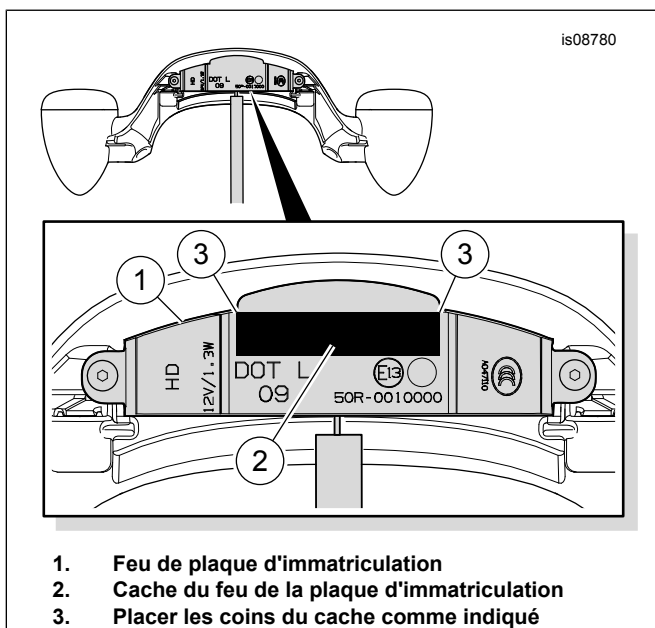

Figure 1. Pose du cache de feu de la plaque d'immatriculation
6. Nettoyer la surface du feu de plaque d'immatriculation d'origine (B) avec un mélange de 50 % d'alcool isopropylique et de 50 % d'eau. Laisser sécher complètement.
7. Prendre le cache de lampe de l'immatriculation (5) du kit.
8. Retirer la protection adhésive du cache. Voir Figure 1 . Poser le cache (2) sur le feu de la plaque d'immatriculation (1) comme illustré.